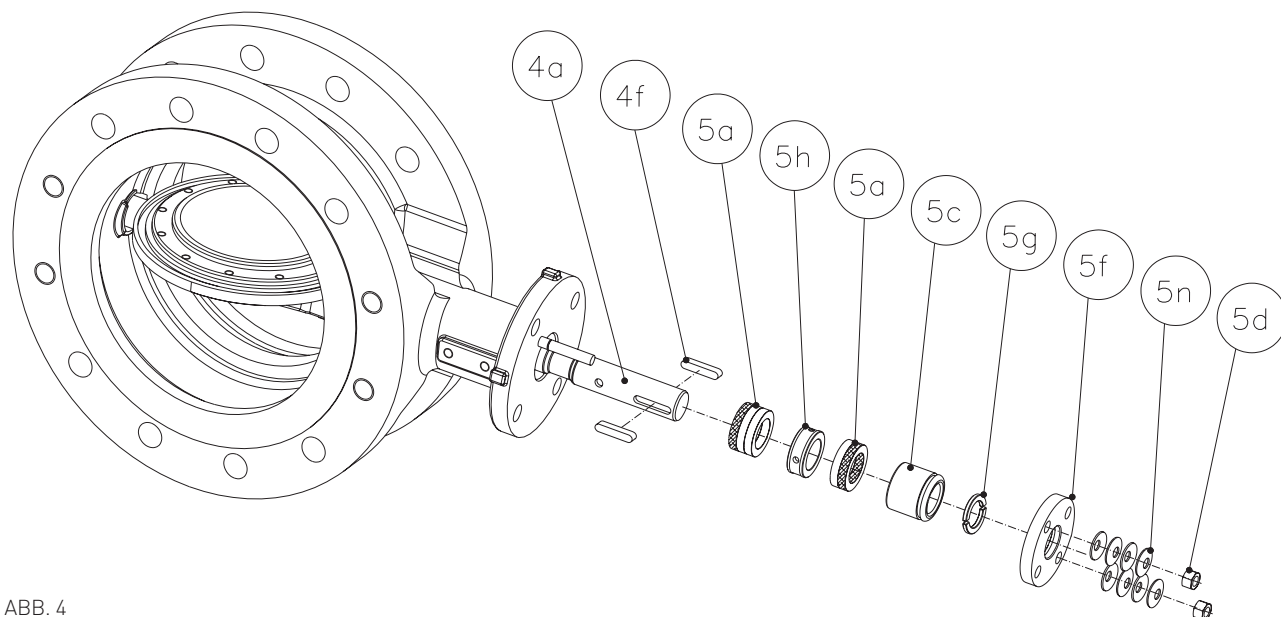

ABB. 4
Siehe Abb. 4.
6. Schmiermittel auf jeden neuen Packungsring (5a) dünn auftragen (zur Wahl des Schmiermittels siehe Tabelle 3). Die neuen Packungsringe einsetzen und sicherstellen, die beiden umflochtenen Ringe unterhalb und oberhalb des Packungssatzes einzusetzen. Ist die Armatur mit einer Spüleinrichtung für die Packung ausgerüstet, den Zwischenring (5h) in der gleichen Reihenfolge wie zuvor beim Ausbau (oder wie in Abb. 4 dargestellt) einbauen. Bei geteilten Packungsringen sind die neuen Ringe mit jeweils um 180° versetzter Teilung einzusetzen.